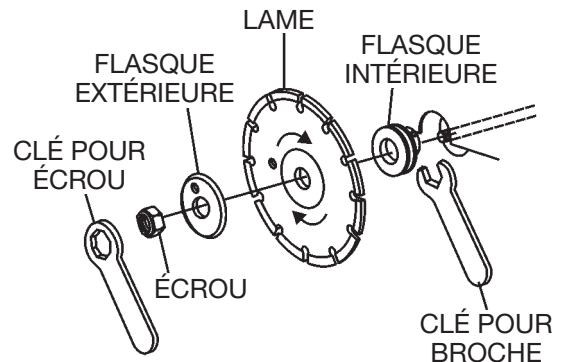

Figure 12. Clés de serrage de l'accessoire (lame)
5. Utilisez les clés fournies, spécialement conçues pour serrer l'écrou et la broche, afin de retirer et d'installer la lame. (Figure 12)